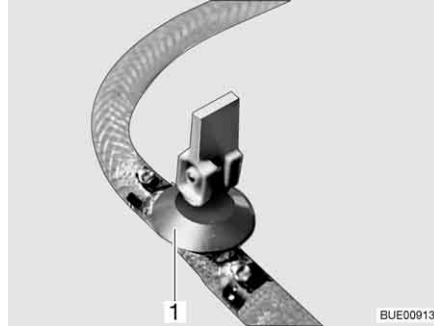

Fig. 176 Llave de desagüe
- Cerrar la(s) llave(s) de desagüe. Colocar para ello el balancín (Fig. 176,1) en posición horizontal.
- Abrir la(s) llave(s) de desagüe (Fig. 176). Colocar para ello el balancín (Fig. 176,1) en posición vertical. La caldera se vacía hacia fuera.